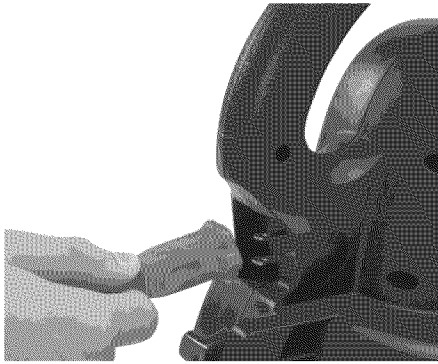

Figure 3 - Plugging extension cord into inlet plug
1. Branchez la rallonge électrique dans la fiche intégrée de l'outil (voir la Figure 3, la page 29).